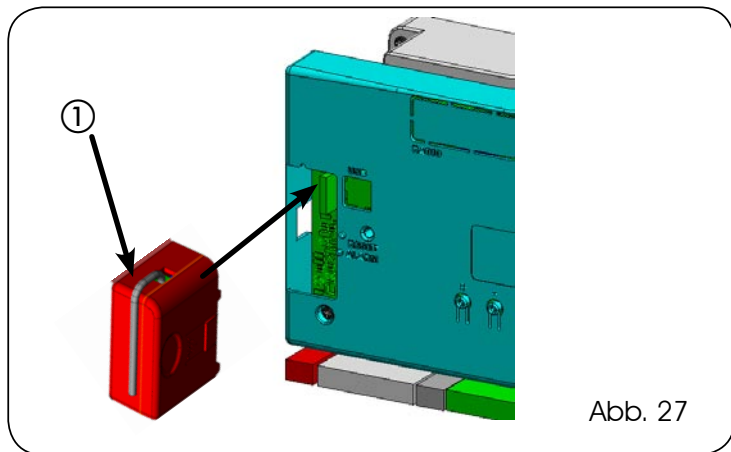

Abb. 27
Das elektronische Steuergerät ist mit einem integrierten zweikanaligen Entschlüsselungssystem (DS, SLH, LC/RC) mit der Bezeichnung OMNIDEC ausgestattet. Dieses System ermöglicht über ein zusätzliches Empfängermodul (Abb. 27, Bez. ①) und Funksteuerungen derselben Frequenz sowohl die Einspeicherung der vollständigen Öffnung (OPEN A) als auch die der Teilöffnung (OPEN B) der Automation.